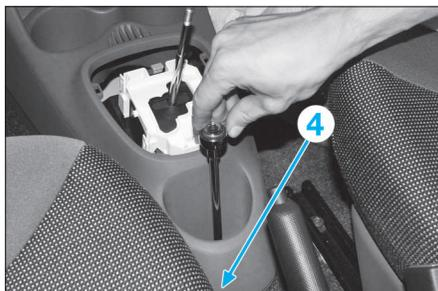

FIG. 34
- Déposer la vis de fixation (4) (Fig.34).